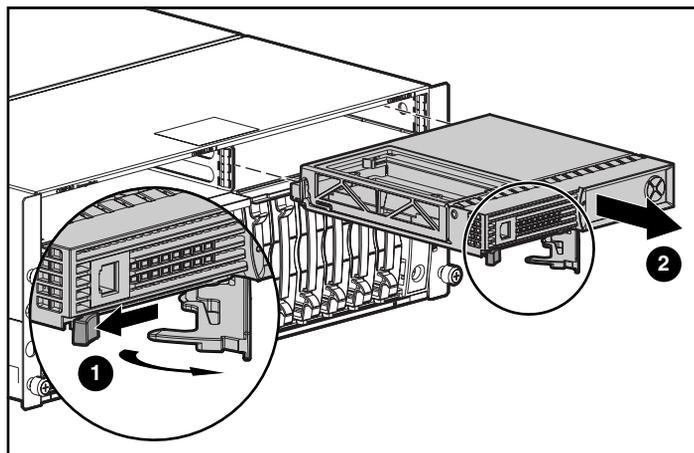

Figura 2: Extracción del Controlador
1. Presione el pestillo del Controlador y tire del asa del pestillo hacia usted ❶. Consulte la Figura 2.
2. Extraiga el Controlador MSA1000 tirando de él y sacándolo del chasis ❷.